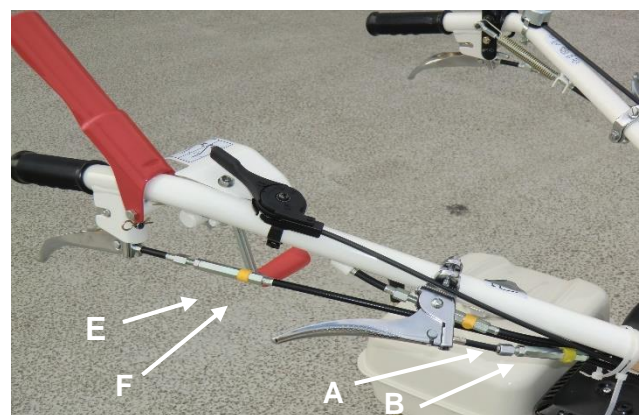

Figura 19
- Se il rotore non si ferma quando la leva rossa della frizione viene rilasciata, regolare la tensione del filo come segue: allentare il dado B e svitare il regolatore (A Figura 19). Provare di nuovo la macchina. Eseguire di nuovo la regolazione, se necessario. Quando la regolazione è corretta avvitare il dado B.
- Se il rotore non si innesta quando si tira verso l'alto la leva di tensione (F), regolare la tensione del filo come segue: allentare il dado B e avvitare il regolatore (A Figura 19). Provare di nuovo la macchina. Eseguire di nuovo la regolazione, se necessario. Quando la regolazione è corretta avvitare il dado B.